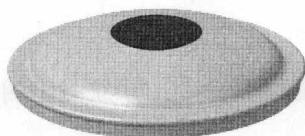
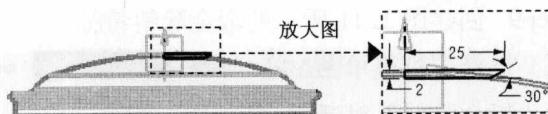

图 1.15 回转体 2
图 1.16 剖面草图
Step10. 创建图 1.15 所示的回转体 2。
(1) 选择命令。选择 **插入(I)** → **设计特征(D)** → **回转(R)** 命令（或单击按钮），弹出“回转”对话框。
(2) 定义特征的剖面。
① 单击“回转”对话框中的按钮，系统进入草绘环境。
② 定义草绘平面。单击“草图生成器”工具条中的按钮，选取 XC-ZC 平面为草绘平面，单击按钮。
③ 绘制图 1.16 所示的剖面草图。